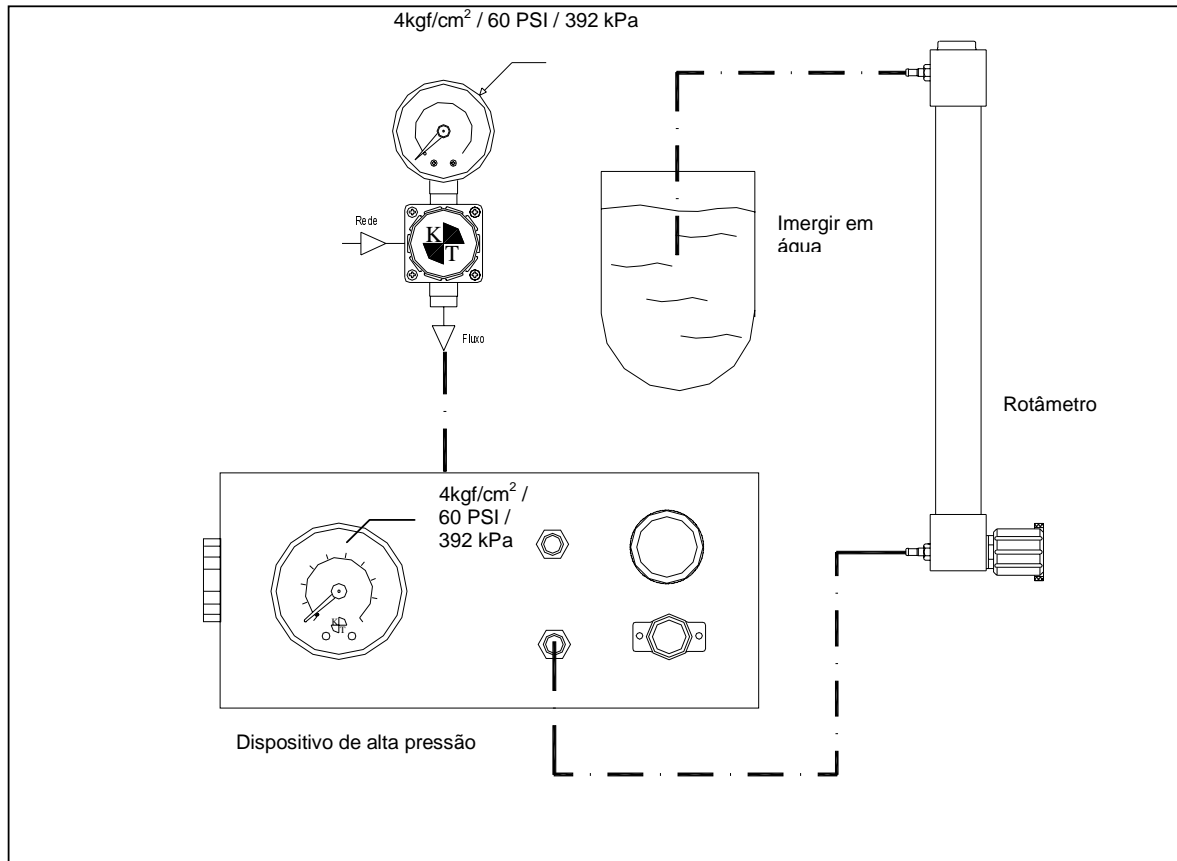

Figura 5.3: Esquema para verificação do vazamento da agulha em alta pressão
1. Seguindo o esquema da Figura 5.3, alimente o dispositivo de alta pressão com 60 PSI;